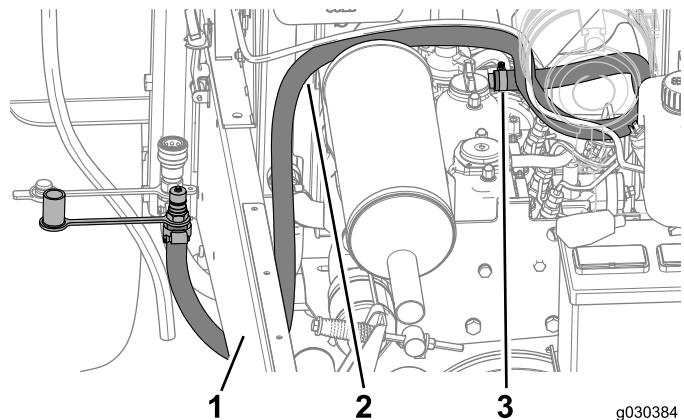

Figura 40
6. Inserte la manguera sobre el extremo punzante del acoplamiento recto y fíjelo con la abrazadera de la manguera (Figura 40).
7. Dirija la manguera larga tal y como se muestra en la Figura 40.